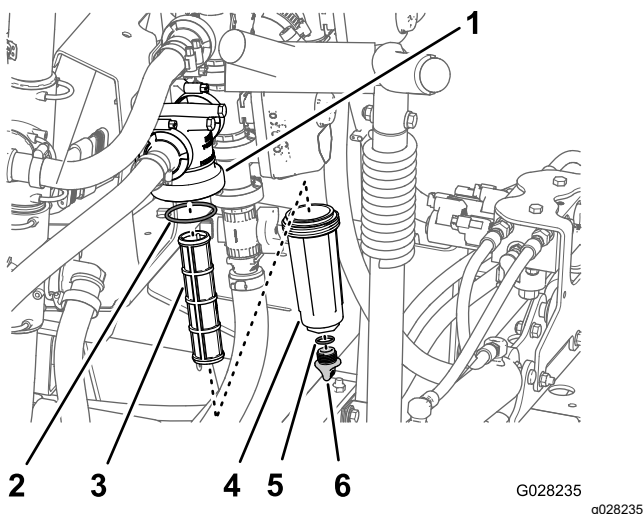

Figura 111
2. Allineate una bacinella di spurgo sotto il filtro della pressione (Figura 111).
3. Ruotate il tappo di spurgo in senso antiorario e rimuovetelo dal pozzetto del filtro della pressione (Figura 111).
4. Ruotate il pozzetto in senso antiorario e rimuovetelo dalla relativa testa del filtro (Figura 111).
5. Rimuovete l'elemento del filtro della pressione usato (Figura 111).
6. Controllate l'O-ring del tappo di spurgo (situato all'interno del pozzetto) e l'O-ring del pozzetto (situato all'interno della testa del filtro) per escludere danni e usura (Figura 111).
7. Montate il nuovo elemento del filtro della pressione nella testa del filtro (Figura 111).
8. Montate il pozzetto sulla testa del filtro e serrate manualmente (Figura 111).
9. Montate il tappo sul pozzetto e serrate manualmente (Figura 111).